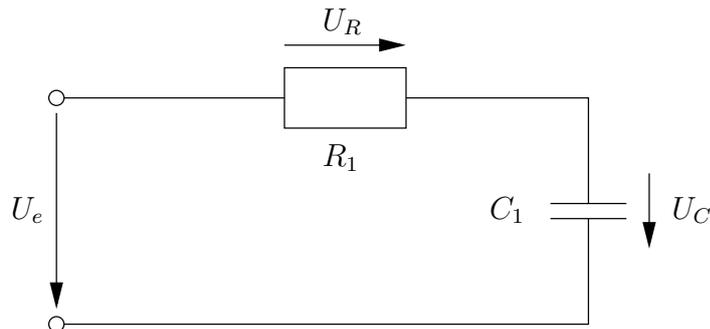

Abbildung 14: RC Schaltplan
- a) Bestimmen und zeichnen Sie für die in Abbildung 14 auf Seite 17 gezeigte Schaltung mit  $R_1 = 100\Omega$  und  $C_1 = 10\mu F$  die qualitativen Verläufe der Amplitudengänge
- Bauen Sie die in Abbildung 14 gezeigte Schaltung mit  $R_1 = 10k\Omega$  und  $C_1$  auf dem Klemmbrett auf.